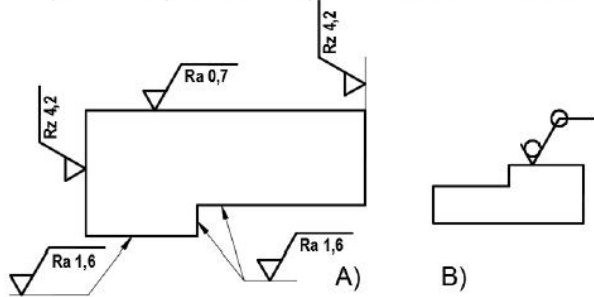

Figura 9. La dirección de lectura de requisitos de calidad superficial sigue el mismo criterio que el de acotación.
4. Si el símbolo afecta a las superficies del contorno en una vista se indica mediante un círculo en la parte superior del símbolo (figura 9 B).